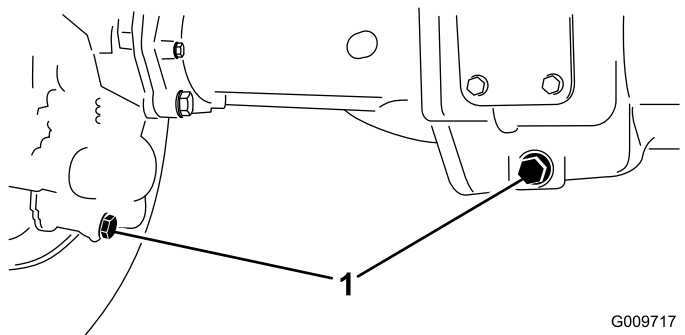

Рисунок 57
2. Очистите область вокруг трех сливных пробок, по одной на каждом конце и одной в центре (Рисунок 57).